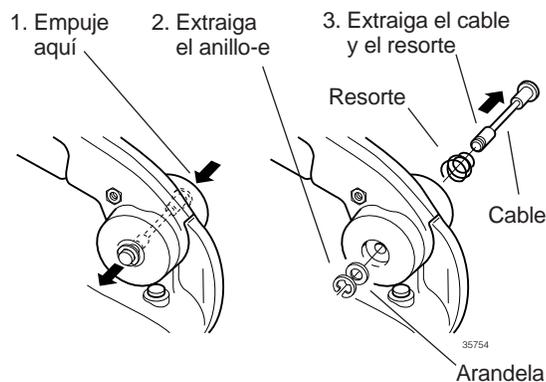

Figura 13.14 Retirando el anillo-e
Paso 3. Retirar el anillo-e del cable que asegura la empuñadura a la parte trasera de la motosierra (figura 13.14).